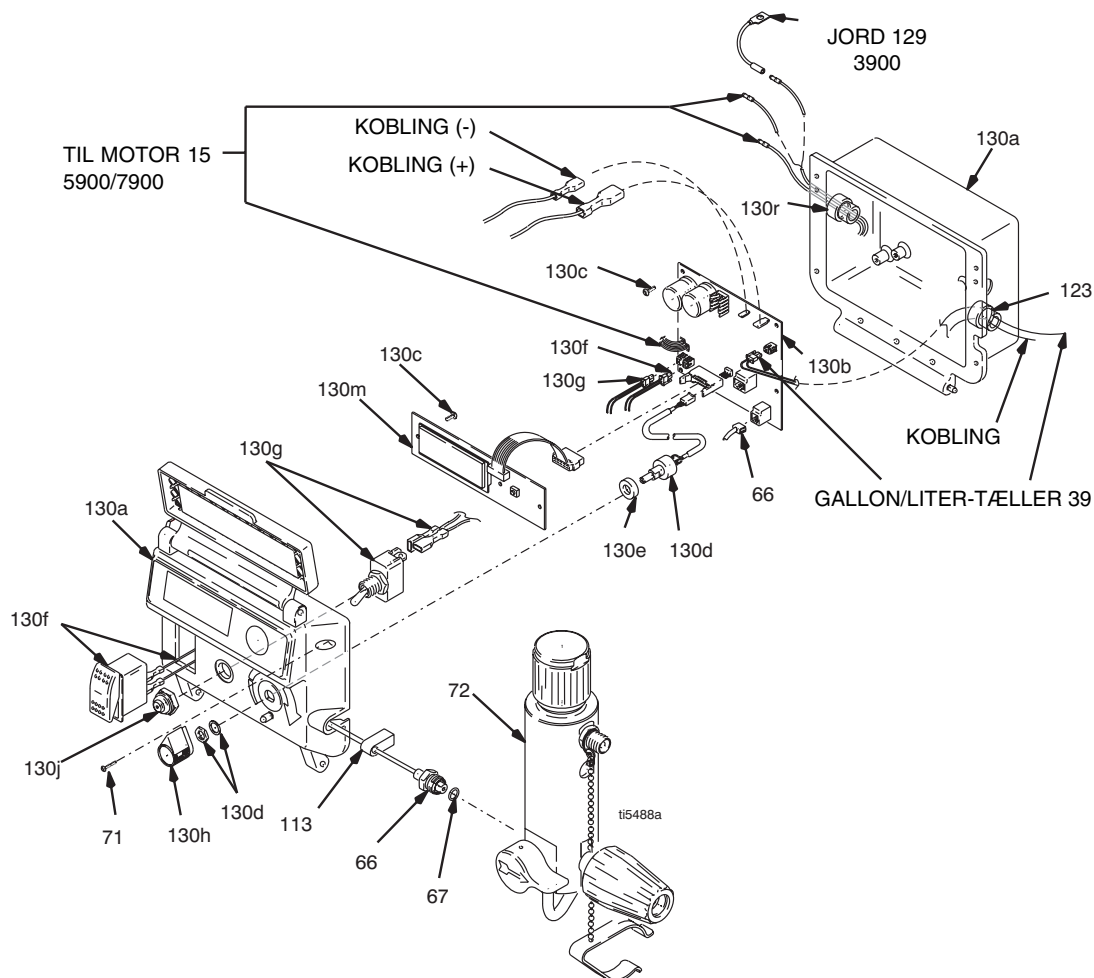

FIG. 14
12. FIG. 14. Monter koblingskabelforbindelserne på indersiden af trykreguleringen.
1. FIG. 14. Fjern de to skruer (71), og sving dækslet (130a) ned.
- Ledning fra transducer (66)
- Ledning fra gallon/liter-tællerføleren (39)
1. FIG. 14. Monter printkortet (130b) med de fire skruer (130c).
2. Tag transducerledningen (66) ud af printkortet (130b).
3. Træk transducerstikket gennem gummikraven (113).
4. Afmonter trykreguleringstransduceren (66) og O-ringen (67) fra filterhuset (72).
1. FIG. 14. Monter O-ringen (67) og trykregulerings-transduceren (66) i filterhuset (72). Tilspænd med et moment på 47-61 Nm.
3. Forbind transducerledningen (66) til printkortet (130b).
4. Sving dækslet op (130a), og fastgør det med de to skruer (71).
2. FIG. 14. Monter potentiometeret, akselmøtrikken, låseskiven og potentiometerknappen (130h).